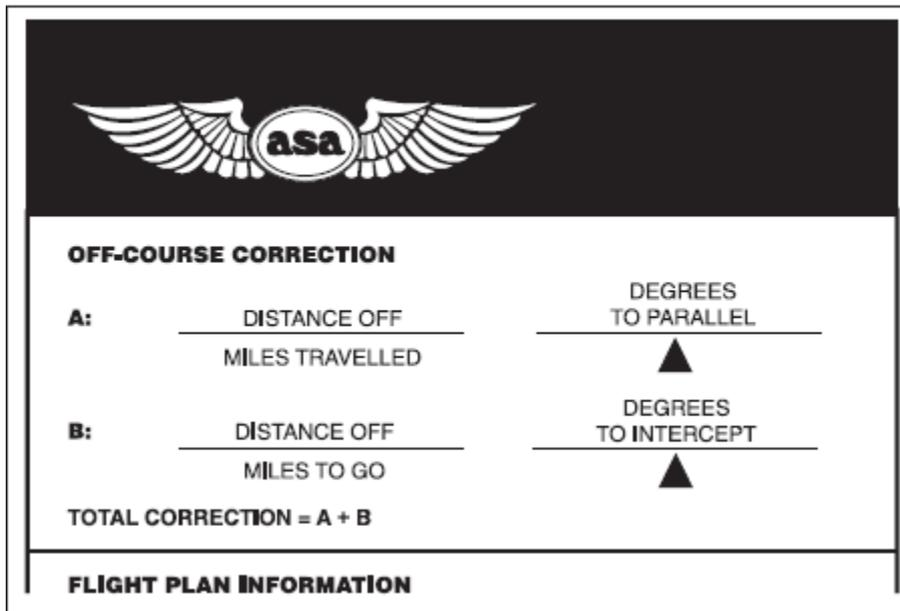

Figure 19
3. Changez la course de 6,2° (3,8 + 2,4) en direction de la course originale, et, si le vent ne change pas, vous rejoindrez la course d'origine en vous approchant de la destination. Voir aussi la figure 19.
La figure 19 présente les réglages en équations.